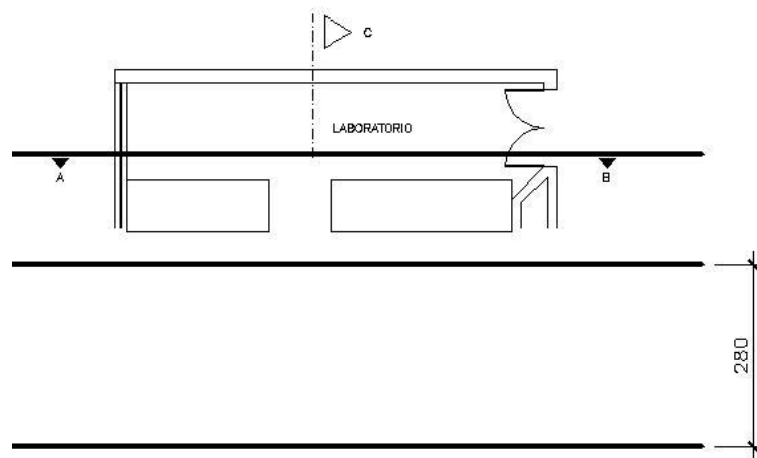

Figura 30 - Corte
7. Marque o limite (Linha inferior da Figura 30)